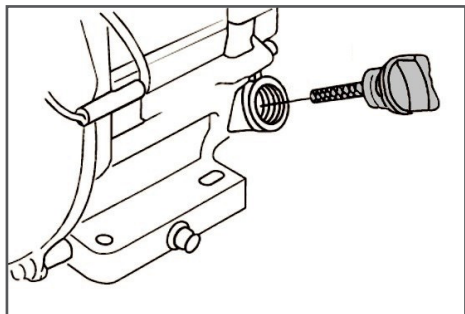

Рис. 7 Крышка-щуп маслозаливной горловины
3. Открутите крышку-шупл маслозаливной горловины и извлеките шупл (Рис. 7).
3. Выкрутите крышку-щуп маслосаливной горловины и извлеките щуп (Рис. 7).